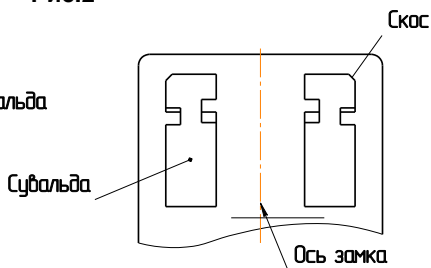

Рис.4
- сувальды некодовых кнопок должны быть установлены скосом в направлении от оси замка (рис.4).